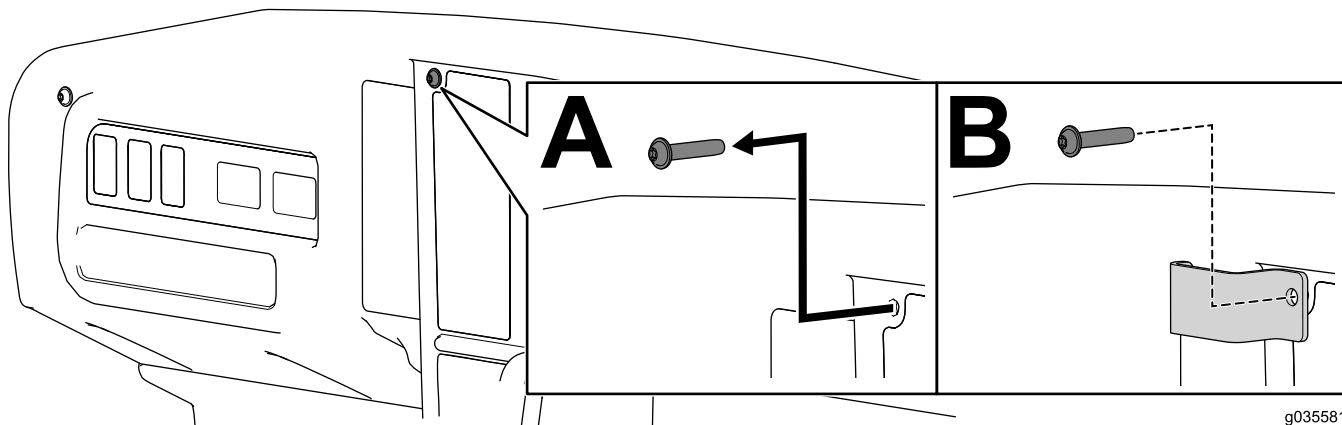

Рисунок 3
1. Выверните установленный винт с утопленной шестигранной головкой torx с приборной панели (Рисунок 3).
2. Установите крепление радиоприемника к приборной панели с помощью ранее снятого винта с утопленной шестигранной головкой torx (Рисунок 3).